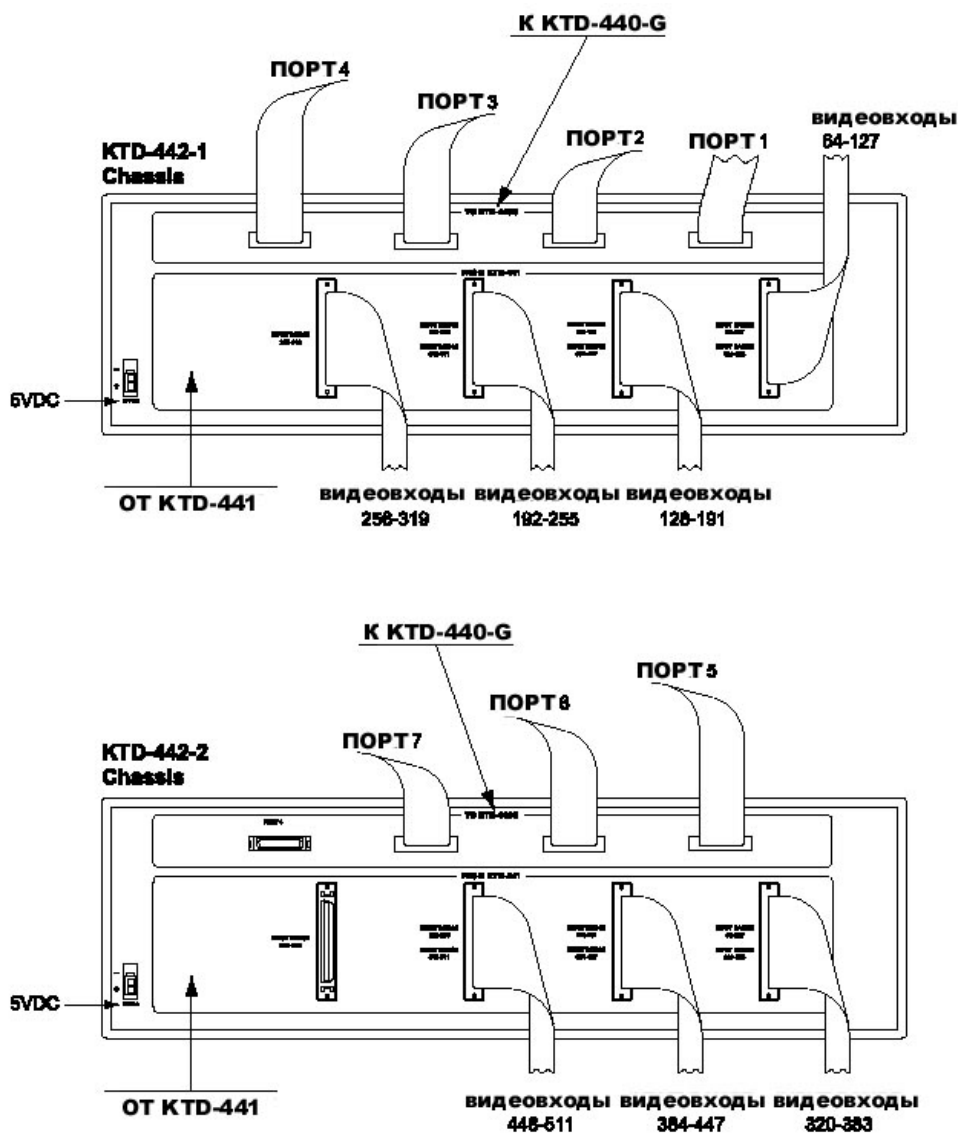

Рис. 21. . Разъемы на задних панелях блоков KTD-442-1 и KTD-442-2.
- Шаг 3).** Соедините KTD-442 и другие блоки с помощью ленточных кабелей в соответствии со схемой конфигурации Вашей системы (и/или в соответствии со схемой системы) и рис. 21.